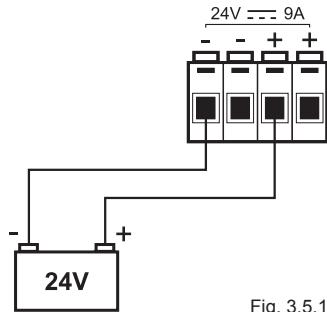

Fig. 3.5.1
La morsettiera (6) consente il collegamento ad un'alimentazione esterna in corrente continua (fig. 3.5.1).
The terminal block (6) enables connection to an external DC power supply (Fig. 3.5.1).